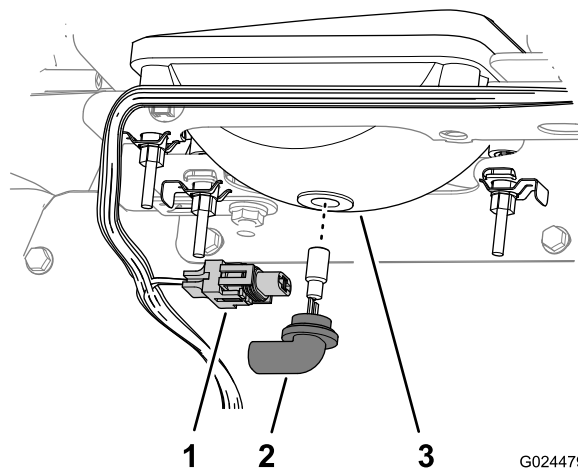

Figure 39
3. Débranchez le connecteur électrique du faisceau du connecteur de l'ensemble lampe situé au dos du boîtier du phare (Figure 39).
4. Tournez l'ensemble lampe de 1/4 de tour dans le sens antihoraire et tirez-le en arrière hors du boîtier (Figure 39).
5. Insérez l'ensemble lampe neuf dans le boîtier du phare et alignez les languettes de l'ensemble lampe sur les fentes du boîtier (Figure 39).
6. Fixez l'ensemble lampe en le tournant de 1/4 de tour dans le sens horaire (Figure 39).
7. Branchez le connecteur électrique de faisceau au connecteur de l'ensemble lampe neuf (Figure 39).